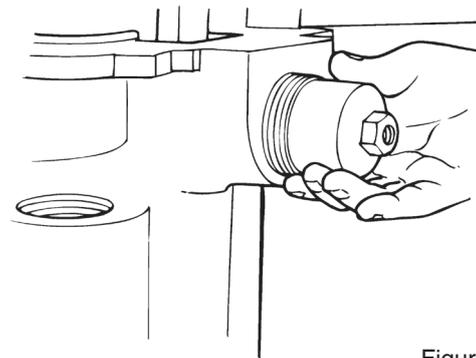

Figura 6.7
4. Remova o conjunto do cilindro e pistão de acionamento do sistema de travamento girando o mesmo para a esquerda. Figura 6.7.